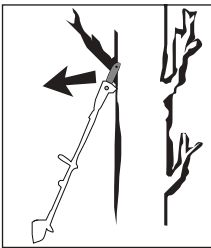

Fig. 2
- Reculul poate avea loc la atingerea vârfului lamei **16** de un obiect sau atunci când lemnul se curbează, iar lanțul de fierăstrău **17** se blochează în tăietură (a se vedea fig. 2).